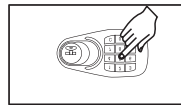

BILD. 2
1. Geben Sie den Zahlencode ein (Bild 2). Alle Tresore besitzen den Zahlencode "1 2 3 4 5 6" ab Werk. Bei jedem Tastendruck hören Sie einen Piepton und das rote Lämpchen leuchtet auf. Für den Fall, daß Sie keine Taste innerhalb von 7 Sekunden betätigen, wird das System wieder abgeschaltet. Beginnen Sie in diesem Fall wieder von vorne.
1. Drücken Sie die Taste "#/Reset" (Bild 2); das rote Lämpchen leuchtet auf und man hört einen Programmierungston.
2. Drücken Sie die Taste "#/Reset" (siehe Bild 2). Das rote Lämpchen leuchtet auf und es ertönt der Programmierungston.